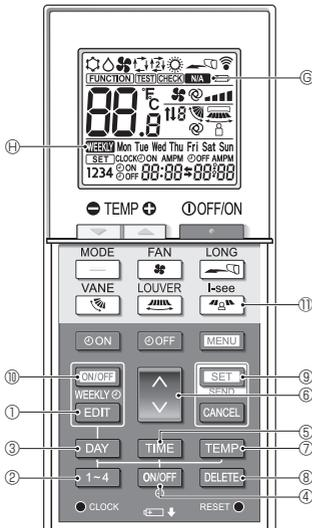

Fig. 4-3
<Passage en mode d'édition> (Fig. 4-3, Fig. 4-4)
Appuyez sur la touche **1~4** ②. (Fig. 4-3, Fig. 4-4)
- À chaque fois que vous appuyez sur la touche **1~4** ②, le numéro de modèle ④ change dans l'ordre suivant : 1 → 2 → 3 → 4.
Appuyez sur la touche **DAY** ③. (Fig. 4-3, Fig. 4-4)
- À chaque fois que vous appuyez sur la touche **DAY** ③, le jour de la semaine ⑤ change dans l'ordre suivant : Mon (lundi) → Tue (mardi) → Wed (mercredi) → Thu (jeudi) → Fri (vendredi) → Sat (samedi) → Sun (dimanche) → All days (Tous les jours).
1. Appuyez sur la touche **ON/OFF** ④. (Fig. 4-3, Fig. 4-5 ④)
- **ON** (④OFF) s'affiche.
- À chaque pression sur la touche **ON/OFF** ④, le réglage change entre **ON** et **OFF**.
2. Appuyez sur la touche **TIME** ⑤. (Fig. 4-3, Fig. 4-6)
- Appuyez sur la touche **↕** ⑥ pour régler l'heure de fonctionnement.
3. Appuyez sur la touche **TEMP** ⑦. (Fig. 4-3, Fig. 4-7, Fig. 4-8)
- Appuyez sur la touche **↕** ⑥ pour régler la température.
- Lorsque le mode AUTO (point de réglage double) est activé, appuyez sur la touche **TEMP** ⑦ pour basculer entre la limite supérieure ⑨ et la limite inférieure ⑩.
<Suppression des réglages> (Fig. 4-3)
<Transmission des réglages> (Fig. 4-3)
<Activation de la minuterie hebdomadaire> (Fig. 4-3)
4.7. Capteur i-See (Fig. 4-3)